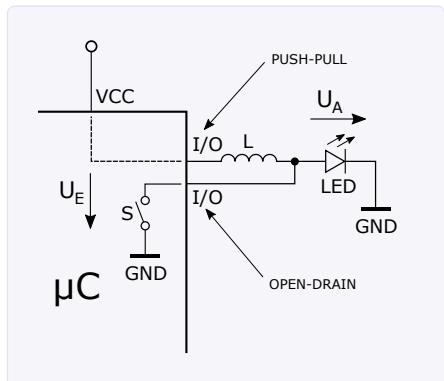

Figure 4. Paramétrage des broches du port du µC.
pondra sur cette broche le potentiel de masse GND (**fig. 4**). En mode drain ouvert, quand le niveau logique est haut (1), la sortie concernée n'a pas de potentiel défini (la sortie est ouverte, tout comme l'interrupteur  $S$  ci-dessus), tandis que pour un niveau logique bas (0) le potentiel sur la broche de sortie est celui de GND.